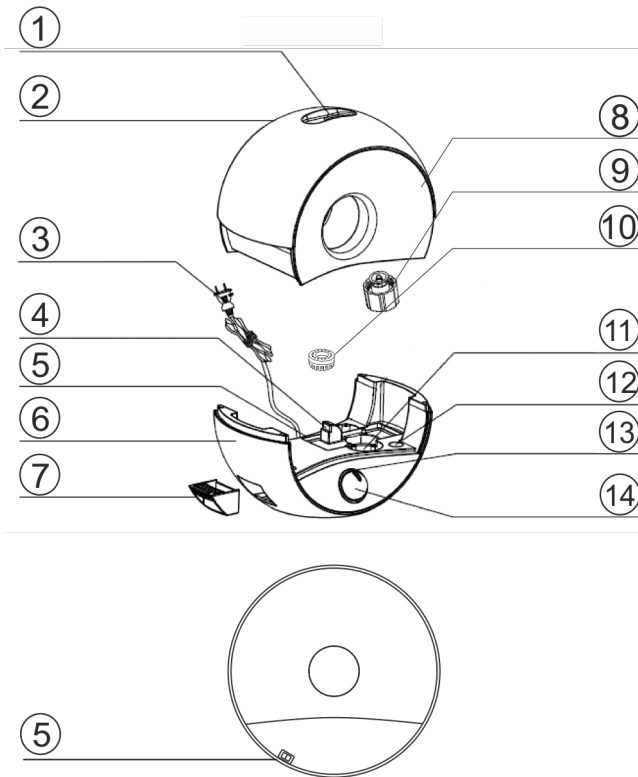

Рис. 1
2. Открутите крышку резервуара(9) против часовой стрелки (см. рис.1).
4. Закрутите крышку резервуара (9) по часовой стрелке. Убедитесь в плотной фиксации крышки резервуара.
Для включения/ выключения ионизатора и подсветки воды нажмите соответствующую кнопку (5). (см. рис. 1)